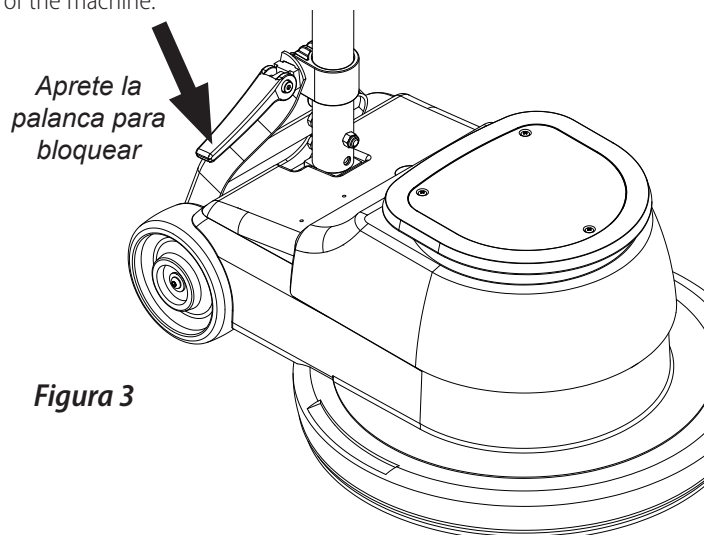

Figura 3
**Locking Lever** (Véase Figura 3).